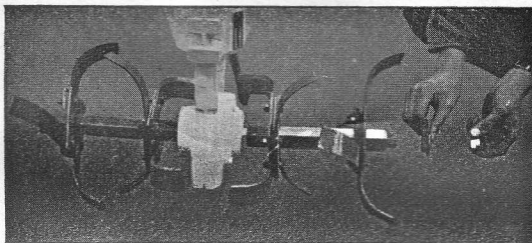

Fig. 3
- Bloquer l'ensemble à l'aide des écrous et contre-écrous (fig. 3).